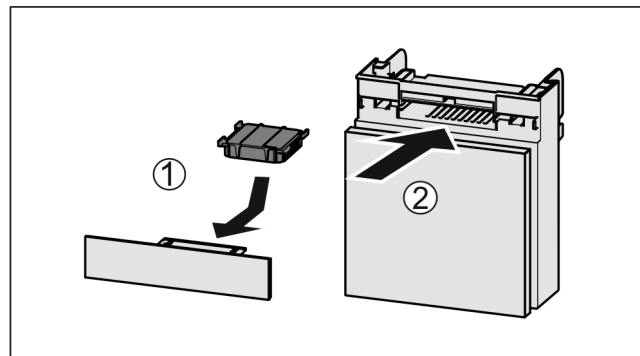

Fig. 264
- Vendosni filtrin me karbon aktiv siç tregohet në figurë Fig. 264 (1).
- Futni kutinë në vend Fig. 264 (2).